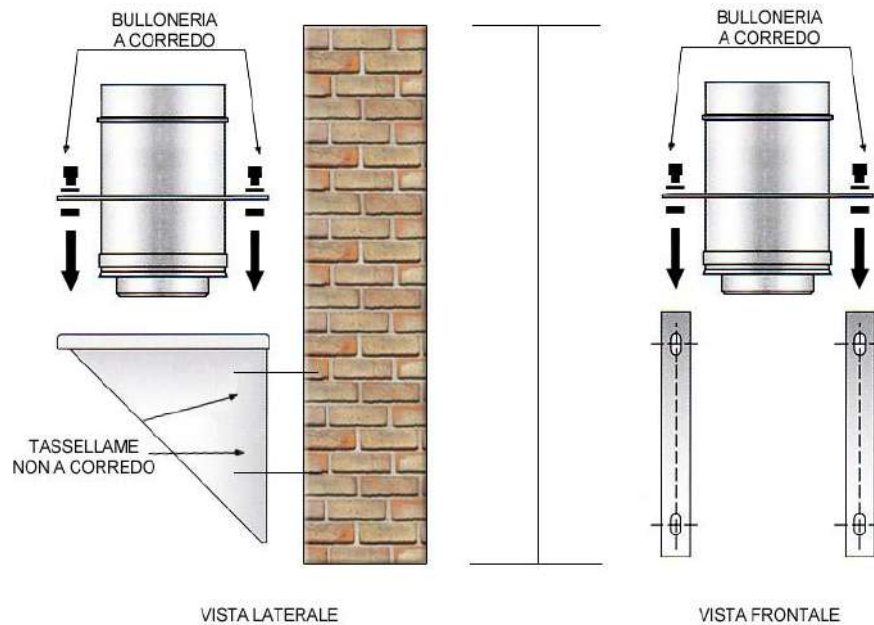

Fig.5
- 1) Fissare i due elementi della coppia di angolari per supporto murale (PDAS 12) al muro creando tra essi un piano di appoggio orizzontale e posizionare la piastra con l'elemento dritto PDPB 50 (Fig.5).